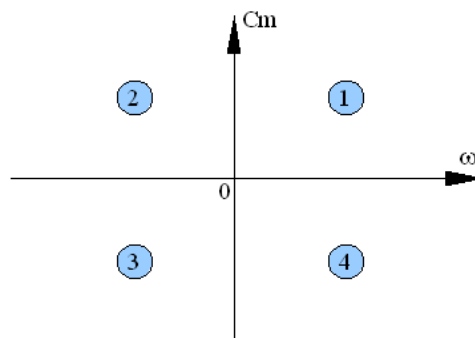

Figure 8: Plan couple-vitesse pour un moteur
De plus, on donne en figure 8, le plan couple-vitesse d'un moteur électrique. Ce graphe est constitué de 4 quadrants numérotés de ① à ④.